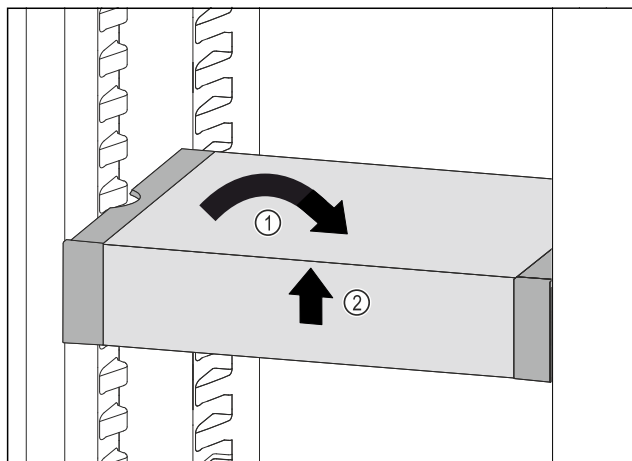

Fig. 128
- VarioSafe recht zetten. Fig. 128 (1)
- VarioSafe aan voorkant optillen. Fig. 128 (2)